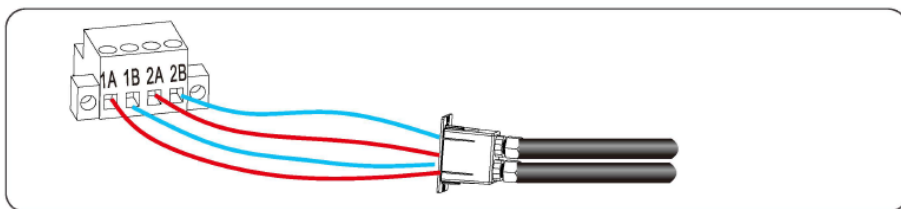

Figura 5.20 Conexión del bloque de terminales RS485
**Paso 4** Conecte la señal diferencial positiva y negativa del registrador de datos RS485 a los terminales 1A y 1B del inversor, y conecte los terminales 2A y 2B del inversor a los terminales 1A y 1B de otro inversor. Figura 5.20.